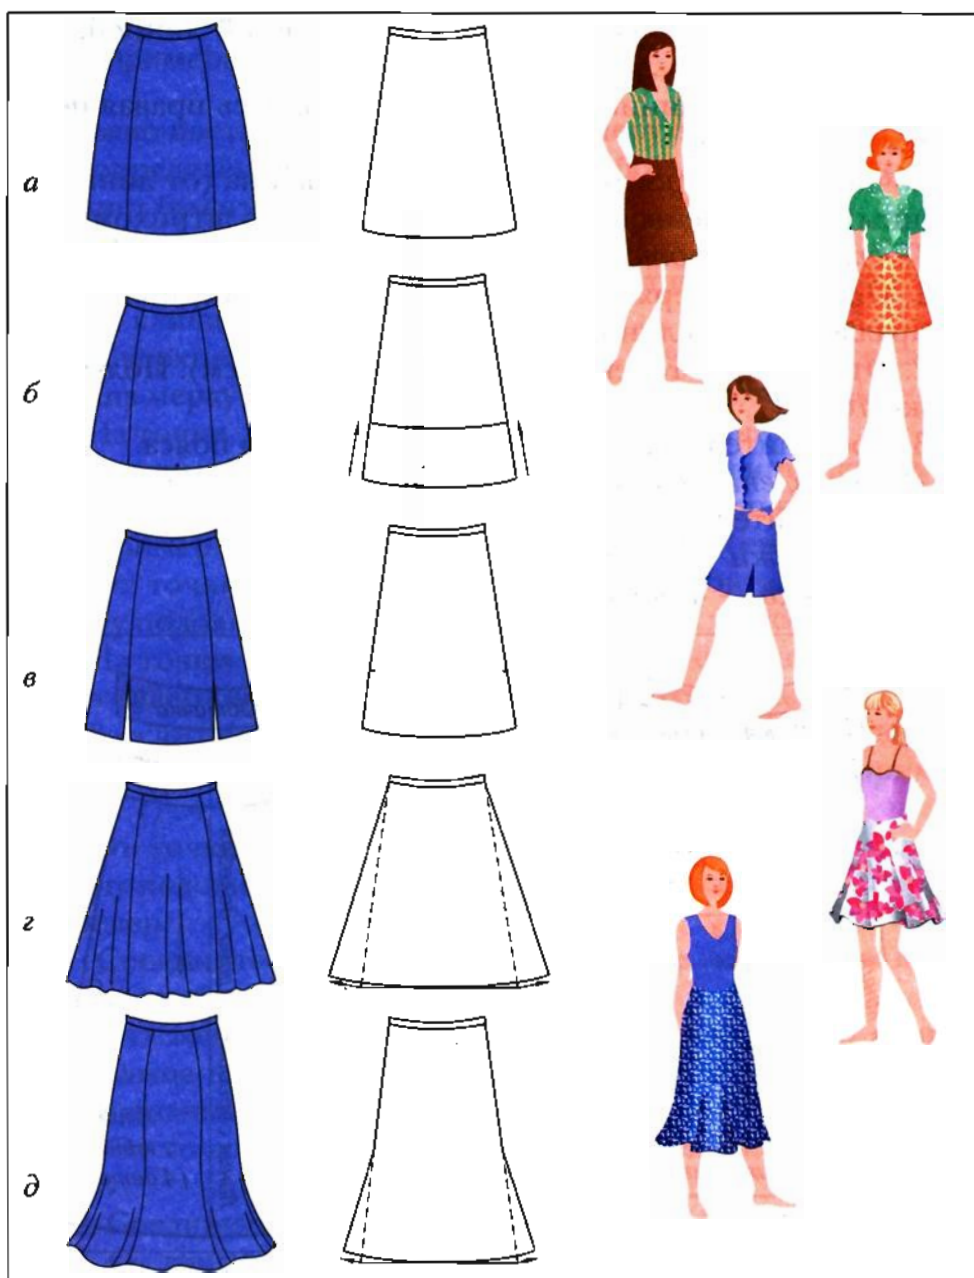

Рис. 16. Моделирование клиневой юбки
1. Новую длину юбки отложите от линии талии вниз по линии середины деталей и по боковой линии. Постройте новую линию низа (рис. 16, б).
2. Длину разреза в боковых швах отложите от линии низа вверх по боковым линиям (рис. 16, в). Разрезы могут быть скруглёнными.
3. Чтобы получить сильно расклешённую юбку, новую боковую линию постройте на продолжениях в обе стороны линии низа (рис. 16, г).
4. Если новую боковую линию построить от линии бёдер вниз, получится юбка годе\* (рис. 16, д).